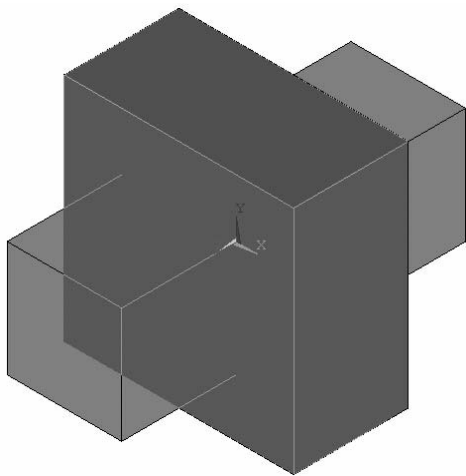
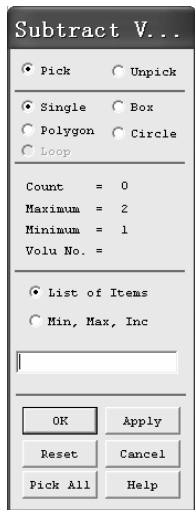

图 2-90 扁平长方体被选中
图 2-91 “Subtract V...”窗口
(5) 用鼠标左键单击“Multiple_Entities”窗口中的“Next”按钮, 图中较扁平的长方体被选中(见图 2-90), 单击“Subtract V...”窗口中的“OK”按钮, 再次弹出“Subtract V...”窗口(见图 2-91)。